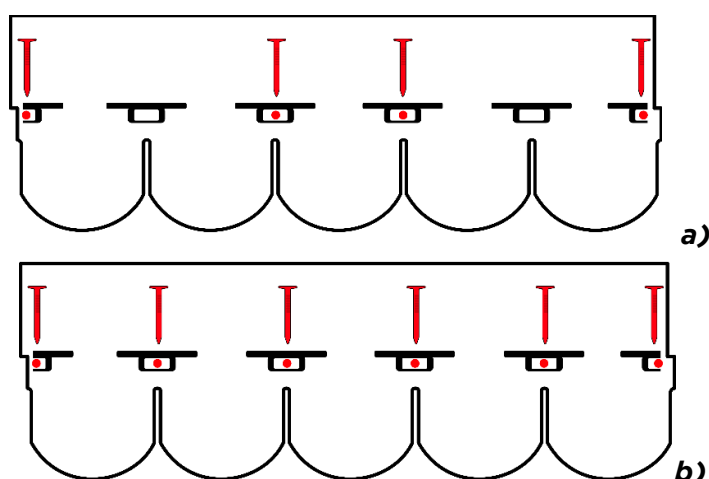

**Fig. 6** - Taglio delle faldine
- Predisporre le tegole per la fila di partenza andandone a tagliare le faldine, come da Fig. 6;